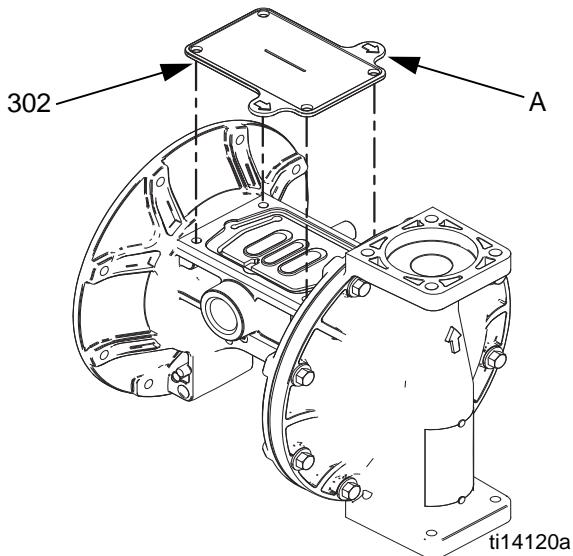

图 9. 流体盖工具
- a. 参见图 9。将随附的工具（302）放在空气阀垫圈（108）的正常位置上。箭头（A）必须指向已经安装的流体盖。